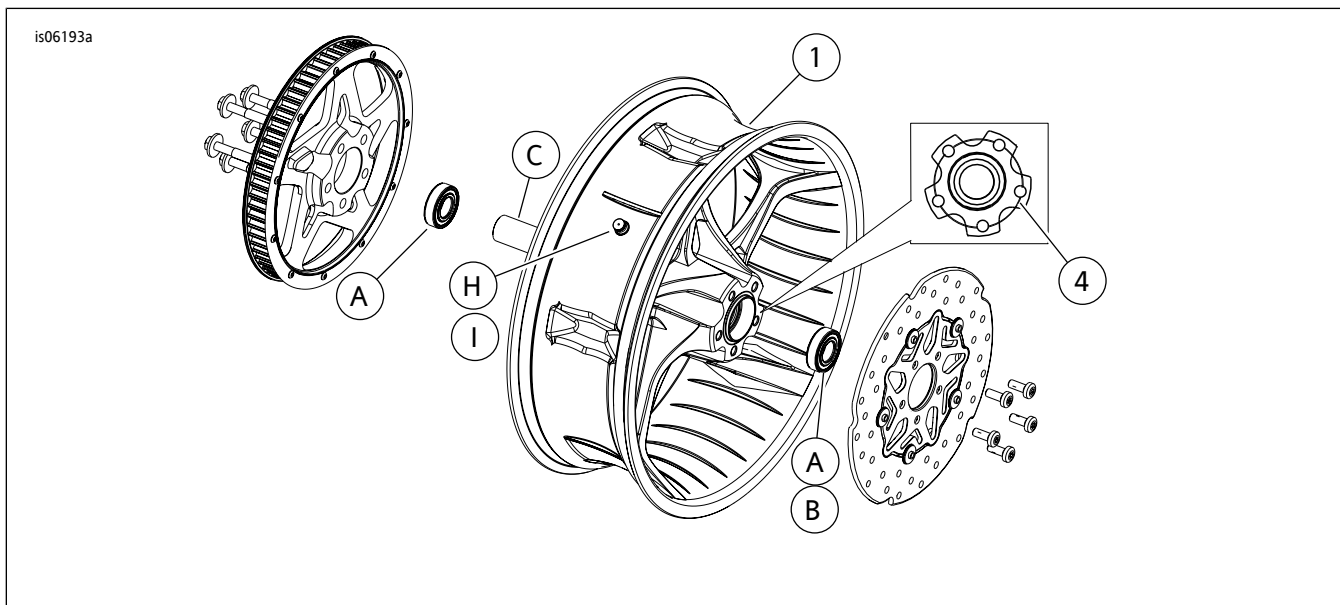

图1。维修零件: Stinger后轮
参见图1和表2。
2. 参见图1。在车轮上安装阀杆组件( H或I )。参见维修手册。